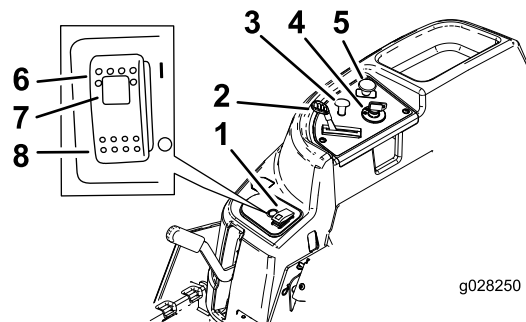

Figure 6
L'accélérateur commande le régime moteur et peut se régler à l'infini entre BAS RÉGIME et HAUT RÉGIME (Figure 6).
La commande des lames, représentée par le symbole de la prise de force (PDF), engage et désengage l'entraînement des lames (Figure 6).
- En poussant la commande Smart Park™ à la position ACTIVÉE (Figure 6).